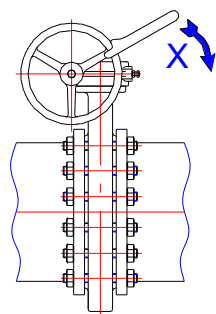

Fig.26
- 18.3.4 阀门手动关闭时，不得以外加板手关闭阀门，以免阀门零件受损。(Fig.26)